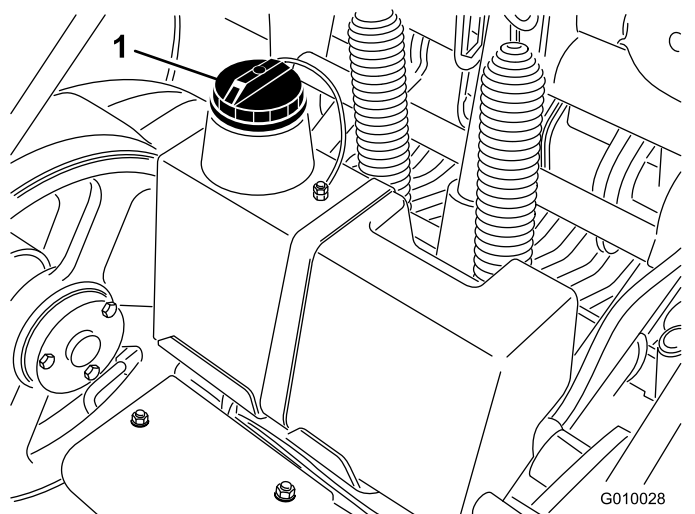

**Figura 61**
2. Abra la cubierta de la correa y retírela (Figura 61).